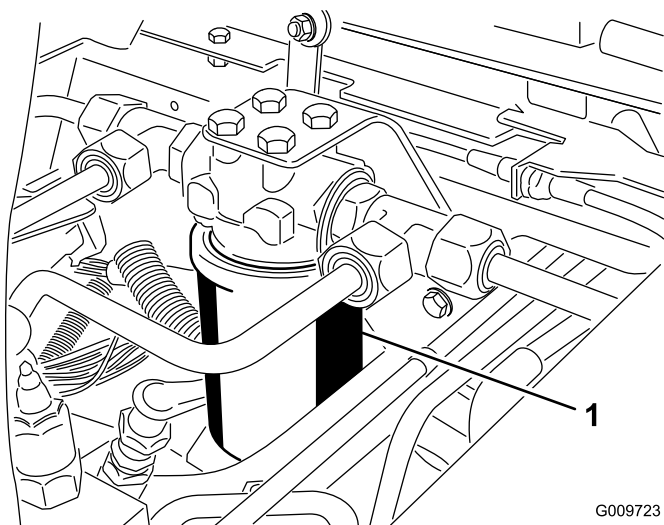
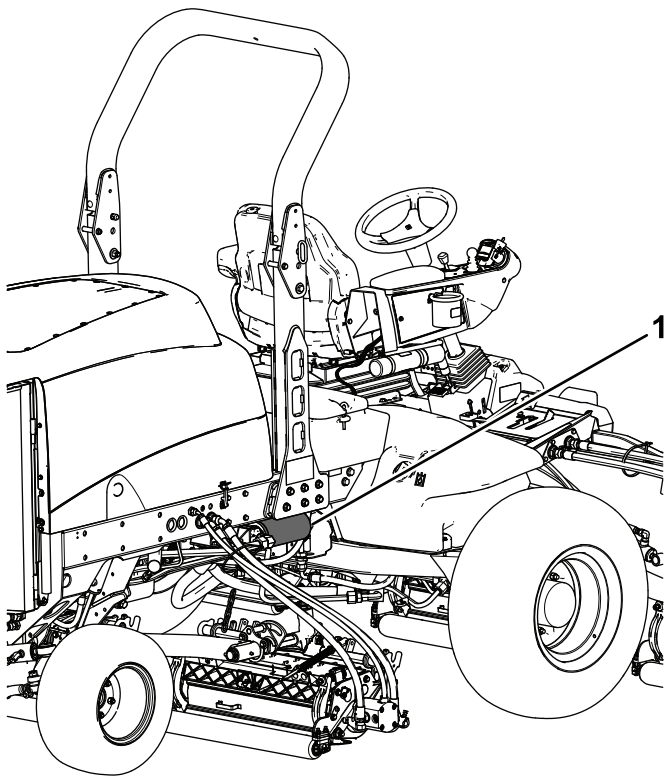

Figura 79
Figura 80
3. Coloque um recipiente de escoamento debaixo do filtro e retire o filtro (Figura 79 e Figura 80).